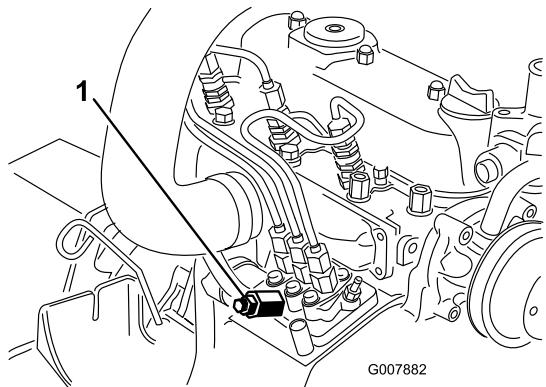

Figura 48
- Coloque um tapete sob o parafuso de purga de ar na bomba de injeção de combustível e abra-a (Figura 48).